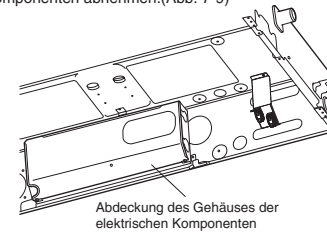

Abb. 7-9
- (1) Die Abdeckung vom Gehäuse der elektrischen Komponenten abnehmen. (Abb. 7-9)